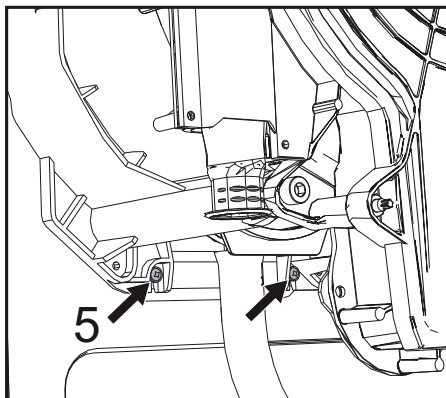

fig. 50
- Allentare le 2 viti **inferiori** "5" di fissaggio scambiatore al telaio (fig. 50)